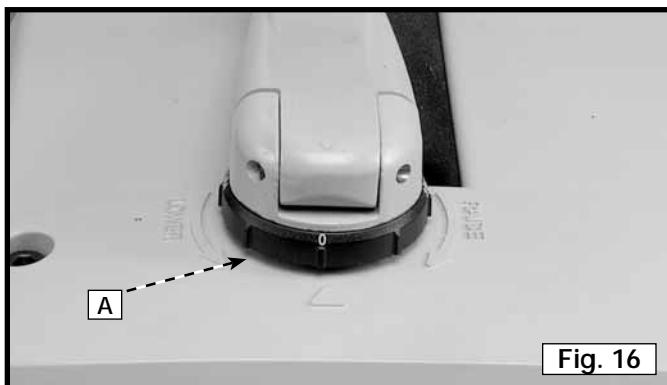

Fig. 16
El mango de ajuste del cabezal portacuchillas tiene también un anillo de ajuste (A), Fig. 16. El anillo de ajuste puede utilizarse para hacer ajustes finos en una tabla acepillada.